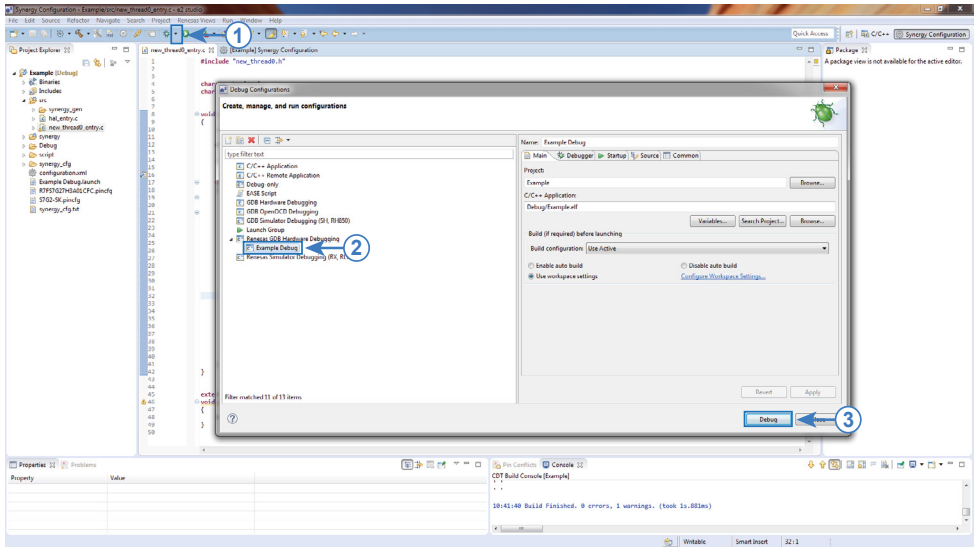

Рис.11. Загрузка программы в контроллер и отладка.
**14.** Для загрузки программы в контроллер и отладки нажмите на треугольник рядом с пиктограммой Debug (Рис.11, п.1), выберите Debug Configurations... выберите Renesas GDB Hardware Debugging и наш проект Example Debug (Рис.11, п.2) и нажмите Debug (Рис.11, п.3).